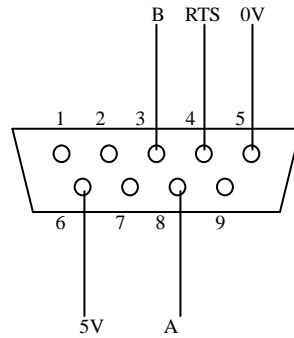

图 3-11 PROFIBUS 的 D 型插座引脚定义
(1) D 型插座的 PROFIBUS 信号定义见图 3-11。